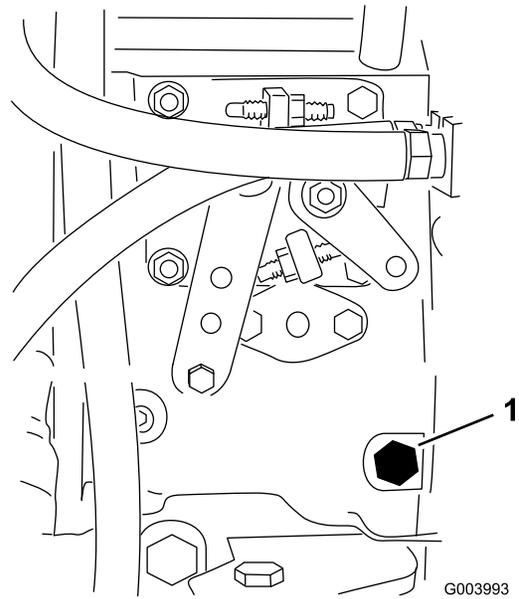

图34
- 用 12mm 扳手打开燃油喷射泵（图34）上的排气螺丝。